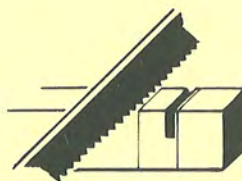

Fig. 3
- per tagli profondi montare la lama a 90° (Foglio Pilota 20 A - fig. 3).